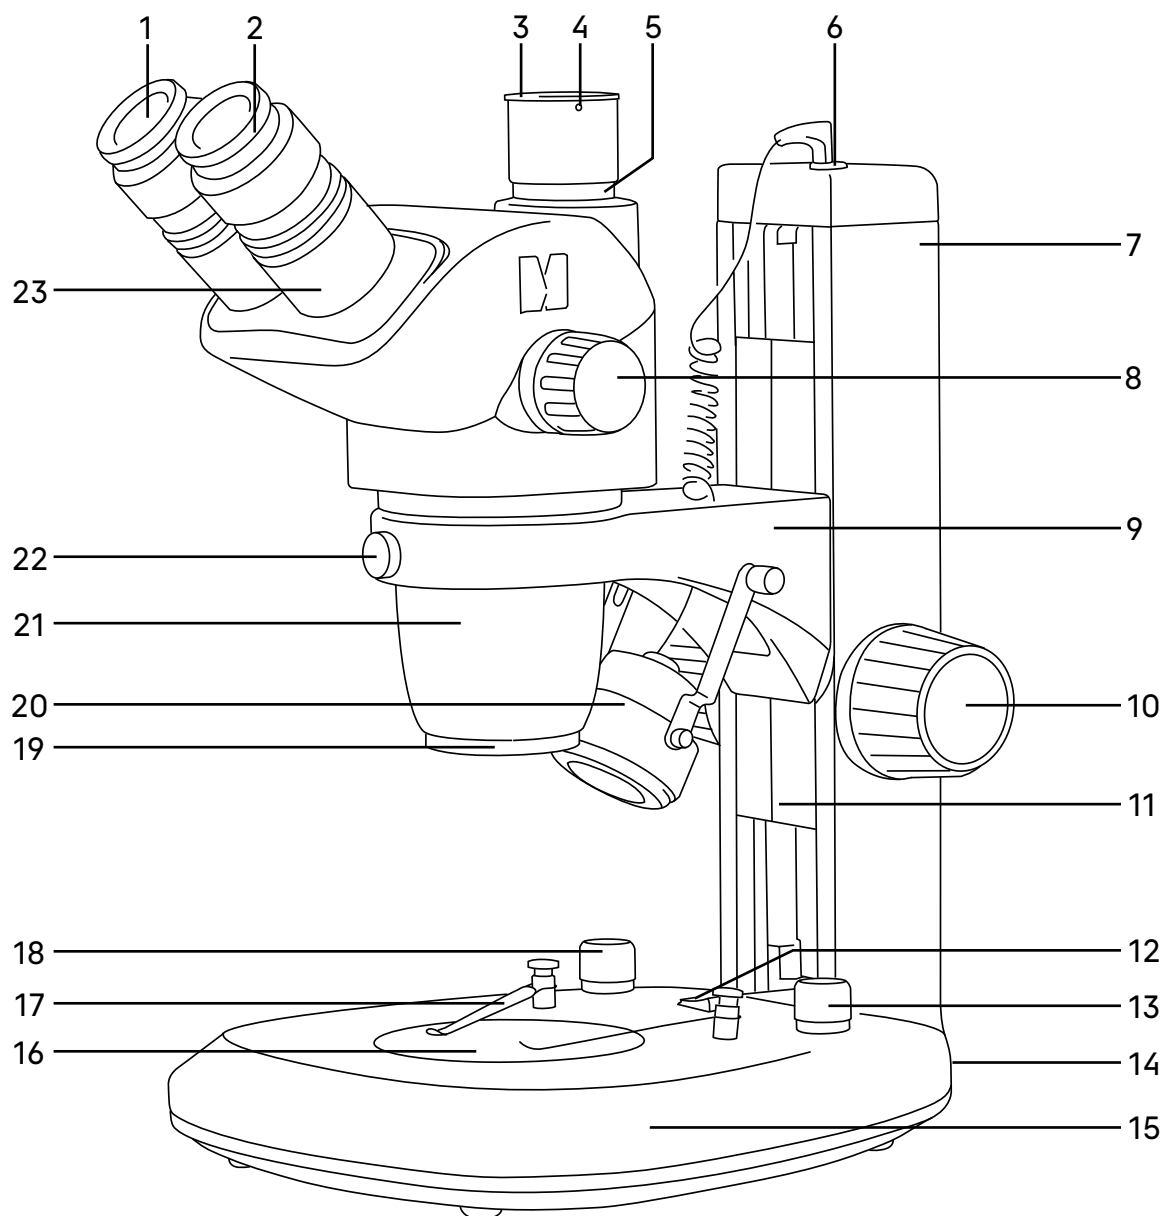

Рис. 1. Микроскоп MAGUS Stereo 7T
Общий вид микроскопа представлен на рис. 1.
Штатив микроскопа **7** (рис.1) закреплен на основании **15** (рис. 1). Штатив несъемный.
В штативе располагается механизм фокусировки **11** (рис. 1), на который крепится кронштейн **9** (рис. 1) для установки оптической головы. Наверху штатива расположено гнездо для подключения шнура осветителя отраженного света **6** (рис. 1).
В основании **15** (рис. 1) расположен блок питания и источник проходящего света – светодиод. Пластина **16** (рис. 1) обеспечивает рассеивание света и равномерное освещение всей плоскости исследуемого объекта.
Выключатель **12** (рис. 1) служит для включения и выключения источника света.
Регулировка яркости осветителя отраженного света осуществляется ручкой **18** (рис. 1), а проходящего света – ручкой **13** (рис. 1).
Основание также выполняет функцию предметного столика. Объект исследования располагают на пластине **16** (рис. 1). Пластина устанавливается в гнездо основания. Диаметр пластины – 95 мм.
При необходимости объект можно закрепить на пластине двумя прижимами **17** (рис. 1).
Фокусировочный механизм **11** (рис. 1) перемещается на штативе **7** (рис. 1), обеспечивая фокусировку на объект в соответствии с высотой объекта и рабочим расстоянием объектива.
Кронштейн **9** (рис. 1) закреплен на фокусировочном механизме. Вертикальное эффективное перемещение составляет 106 мм.
Сверху на кронштейн устанавливается оптическая голова и закрепляется в кронштейне винтом **22** (рис. 1). Оптическую голову можно повернуть внутри кольца кронштейна и зафиксировать в любом удобном положении.
В окулярные тубусы визуальной насадки **23** (рис. 1) устанавливаются окуляры **1** (рис. 1). Тубусы разводятся в соответствии с глазной базой наблюдателя в пределах от 54 до 75 мм.
В вертикальный тубус **5** (рис. 1) корпуса визуальной насадки (канал визуализации) для фиксации камеры (видеоокуляра) устанавливается адаптер C-mount 1x. Камера служит для вывода изображения на экран компьютера или монитор/телевизор.
Трансфокаторный объектив **21** (рис. 1) имеет увеличение от 0,67 до 4,5 крат и позволяет в процессе наблюдения плавно изменять увеличение в 6,7 раза без потери качества и с сохранением большого рабочего расстояния – 105 мм.
Увеличение микроскопа изменяется при помощи вращения рукоятки **8** (рис. 1).
Окуляры увеличением 10x имеют линейное поле зрения 22 мм (WF 10x/22). Каждый окуляр имеет диоптрийную подвижку **2** (рис. 1). Окулярные тубусы имеют надежную конструкцию крепления окуляров, которая исключает возможность случайного выпадения окуляров при перемещении микроскопа. Окуляры закрепляются в тубусах винтами.
Осветитель косого освещения 20 (рис. 1) зафиксирован в кронштейне. Штекер осветителя устанавливается в гнездо штатива 6 (рис. 1).
- Установите пластину 16 (рис. 1). При работе с прозрачными объектами выбирайте стеклянную пластину. При работе с непрозрачными объектами выбирайте черно-белую пластину. Для повышения контраста темные объекты исследуются на белой стороне пластины, светлые – на черной стороне.
- Установите прижимы 17 (рис. 1).
- Установите оптическую голову в кольцо кронштейна 9 (рис. 1). Закрепите оптическую голову винтом 22 (рис. 1). Не следует затягивать винт слишком сильно.
- Ручки регулировки освещенности объекта 13 и 18 (рис. 1) установите в минимальное положение.
Установите минимальное увеличение объектива 0,67x вращением рукоятки смены увеличения 8 (рис. 1). Рукоятки находятся с двух сторон оптической головы.
Для компенсации аметропии глаз наблюдателя используйте диоптрийную подвижку окуляров. Изначально следует выставить диоптрийную подвижку на обоих окулярах на ноль, для этого вращением кольца 2 (рис. 1) совместите «0» на шкале с меткой «>» на корпусе окуляра.
Наблюдая в окуляр, установленный в правый окулярный тубус (при этом левый глаз закрыт) сфокусируйтесь на четкое изображение объекта. Наблюдая в окуляр, установленный в левый окулярный тубус (при этом правый глаз закрыт), и не трогая рукояток фокусировочного механизма, добейтесь резкого изображения объекта в левом окулярном тубусе вращением кольца 2 (рис. 1) диоптрийного механизма окуляра.
Накрутите необходимую насадку 19 (рис. 1) на крышку объектива 21 (рис. 1) по резьбе. Уменьшающая насадка 0,5х увеличивает рабочее расстояние и поле зрения.